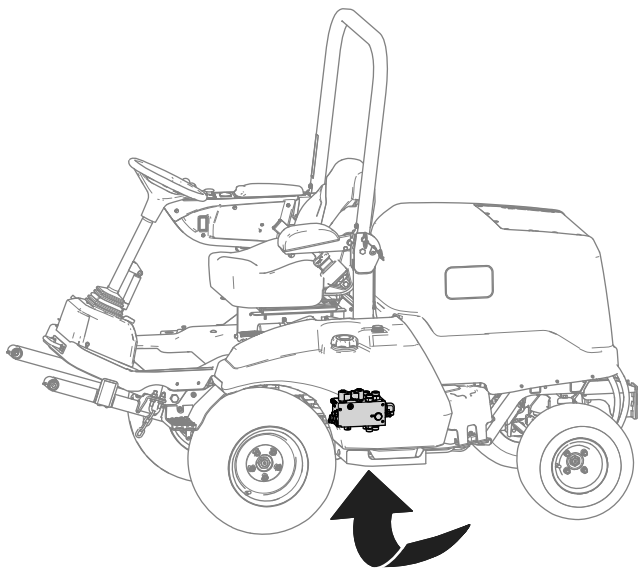

Bild 21
- Suchen Sie den Hubverteiler unter der Maschine (Bild 21).